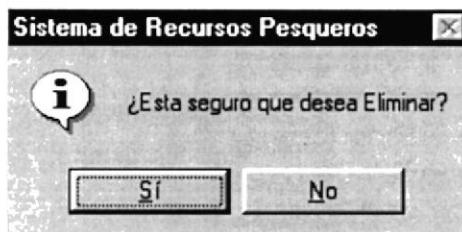

Figura 9.16 Mensaje de Eliminación
2. Nos aparece el siguiente mensaje (ver figura 9.16).